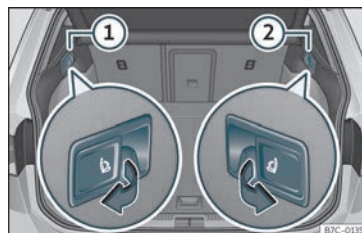

Fig. 108 Na bagageira: alavancas para desbloqueio à distância* das partes esquerda (1) e direita (2) do encosto traseiro.
- Puxe o manípulo de desbloqueio »» **Fig. 108** da parte do encosto que deseja rebater.